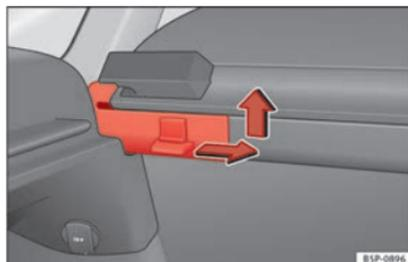

Fig. 106 Desmontaje de la bandeja portaobjetos.
- Presione la clavija lateral en el sentido de la flecha, levante la bandeja y extráigala » fig. 106.